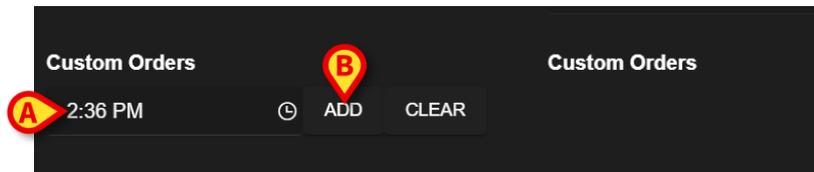

Fig 35
La hora seleccionada aparece en el campo "Custom Orders" (Órdenes personalizadas) (Fig 35 **A**).
- Pulse el botón **Add** (Añadir) (Fig 35 **B**).